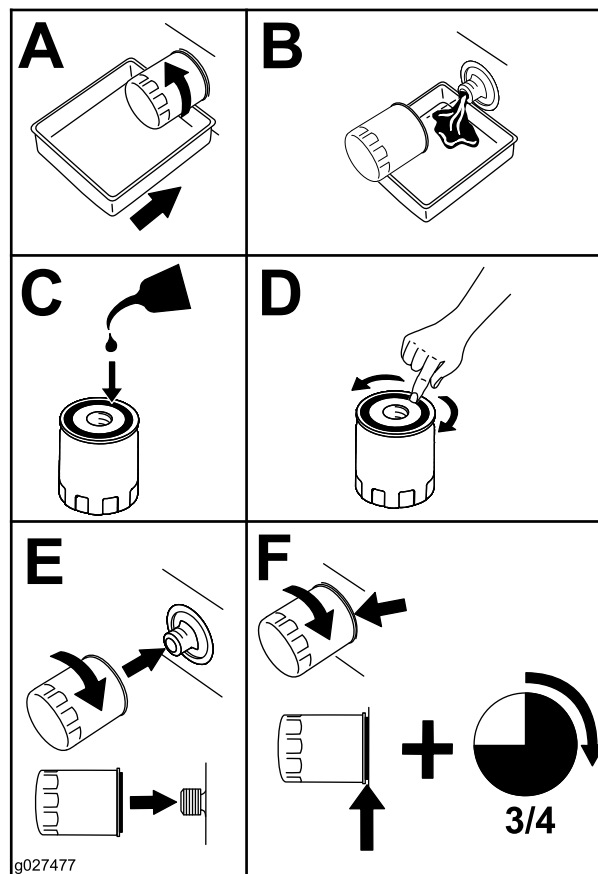

Figura 39
4. Sustituya el filtro de aceite del motor (Figura 39).